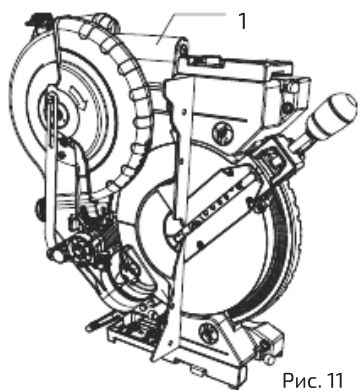

Рис. 11
2. Для транспортировки пилы использовать специальную ручку для переноски (1) (рис. 11).